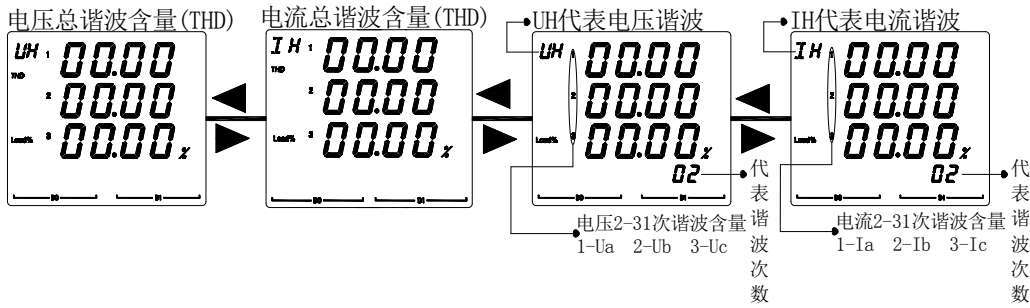

图 17
5.2.5 查看 AMC72L/96L 仪表的谐波参数步骤如图 17 所示